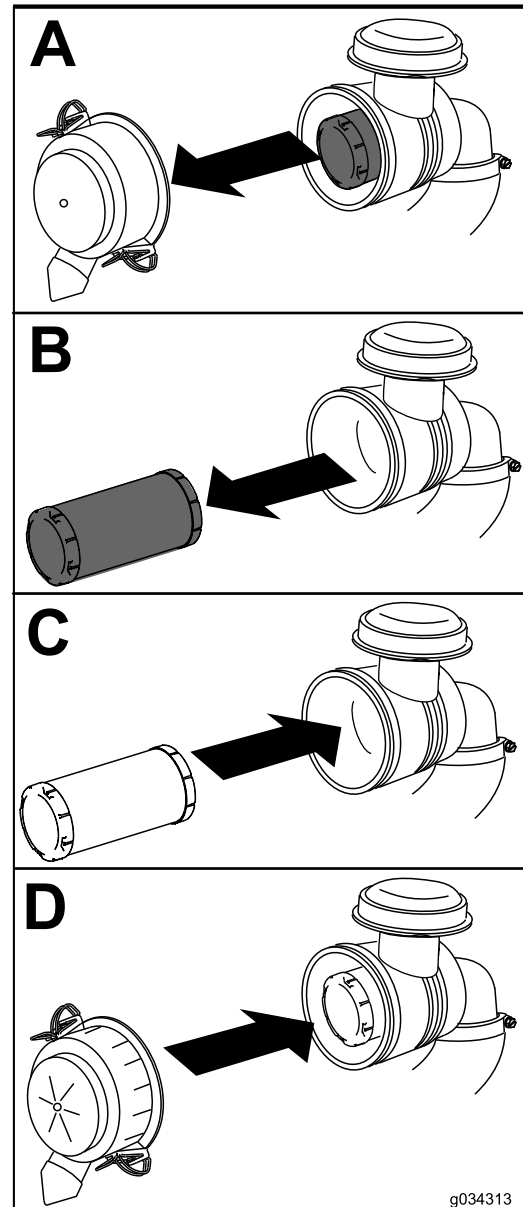

Bild 39
4. Bringen Sie die Luftfilterabdeckung so an, dass die Seite mit UP nach oben zeigt, und rasten Sie die Riegel ein (Bild 39).
1. Schieben Sie den Luftfilter vorsichtig aus dem Luftfiltergehäuse heraus (Bild 39).